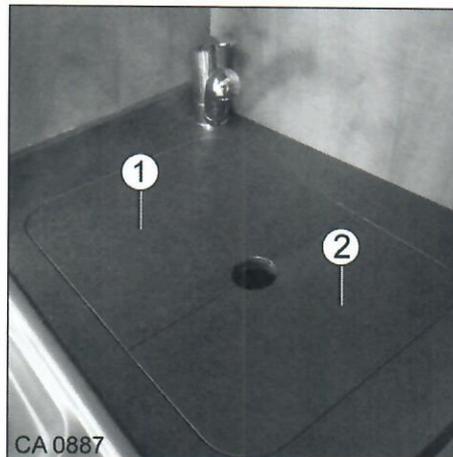
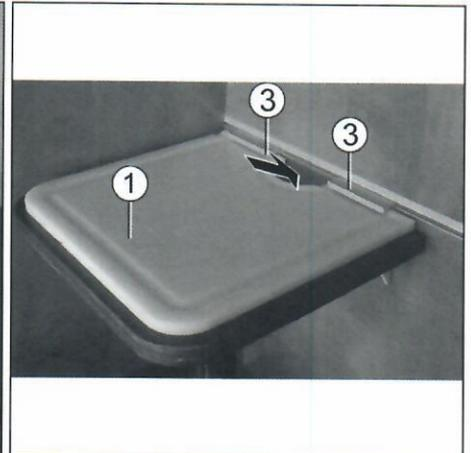

Abb. 35 Abdeckung Spülbecken
Abb. 36 Ablagefläche
- Die Abdeckungen (Abb. 35, Pos. 1, 2 und Abb. 36, Pos. 1) können in einer Schublade unter dem Gaskocher verstaut werden.
Mit der Abdeckung (Abb. 36, Pos. 1) kann eine zusätzliche Ablagefläche hergestellt werden.
- Abdeckung (Abb. 36, Pos. 1) mit der geraden Kante in einem leichten Winkel von oben gleichmäßig in die Halterung (Abb. 36, Pos. 3) einführen und ganz hineindrücken.